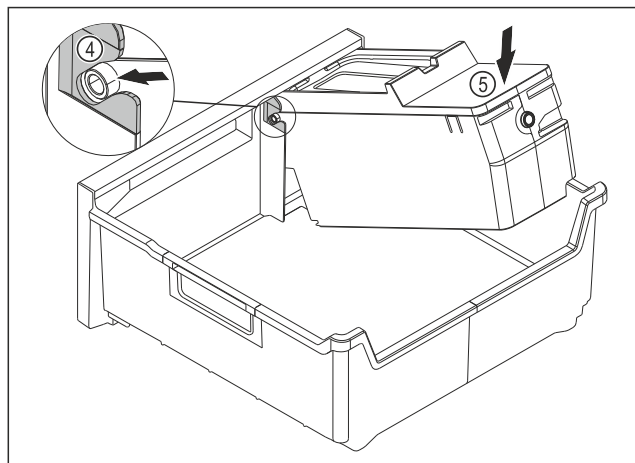

Fig. 135
- ▶ Monter hoveddelen til EasyTwist-Ice: Sett akselen til hoveddelen til EasyTwist-Ice inn i skinnene Fig. 135 (4).
- ▶ Trykk hoveddelen til EasyTwist-Ice Fig. 135 (5) bakover.